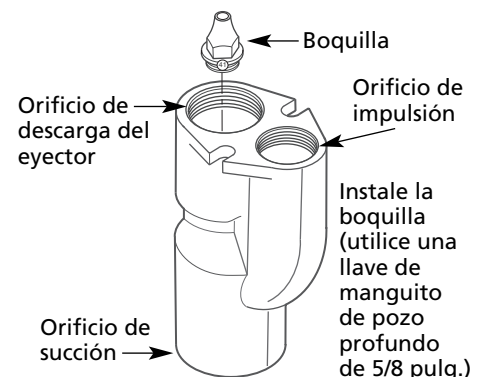

Figura 3
- Utilice una llave de manguito de pozo profundo de 5/8 pulg. para instalar la boquilla en la parte superior (extremo con dos orificios) del cuerpo del eyector (véase la Figura 3). La boquilla se enrosca en el tercer juego de roscas visibles dentro del orificio de descarga del eyector (orificio más grande) en el cuerpo del eyector.